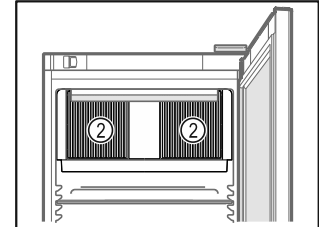

Fig. 31
- Ventilatiesleuf Fig. 31 (2) van de ventilator in de binnenruimte vrijhouden.